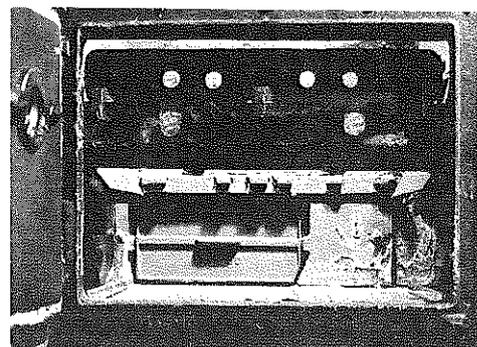

Fig 3
3 - 7 MISE EN PLACE DES GRILLES (fig 3 - 4)
- vérifier l'étanchéité de la trappe de ramonage située derrière le cendrier ainsi que l'étanchéité de l'ensemble des joints du circuit interne aux produits de combustion. (fig 3 - 6)
Un mauvais tirage de la cheminée est souvent la cause de mauvais fonctionnement. Le combustible se consume mal, le foyer s'étouffe. L'appareil fume et la température du circuit d'eau monte. L'appareil fume. Des condensations anormales apparaissent, ce qui provoque de l'humidité dans les cendres. Dans tous ces cas, une vérification de la cheminée s'impose ainsi qu'un contrôle d'étanchéité des trappes de ramonage. (fig 3)
RAMONAGE : (fig 3)